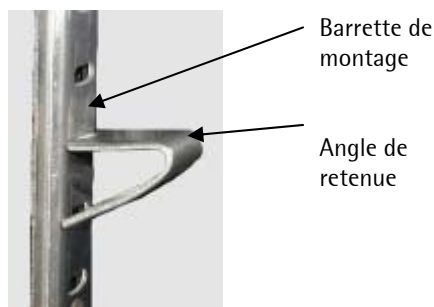

Fig. 8: Angle de retenue monté
2. Enfoncez alors l'angle de retenue et laissez s'encliqueter l'extrémité inférieure de l'angle de retenue dans la barrette de montage – un évidement plus bas (v. fig. 8).